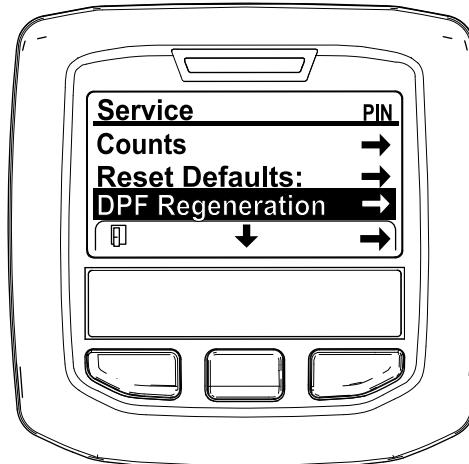

Figura 30
- No MENU DE MANUTENÇÃO, prima o botão do meio até surgirem as opções de REGENERAÇÃO DO DPF e prima o botão direito para selecionar a opção de REGENERAÇÃO DO DPF (Figura 30).